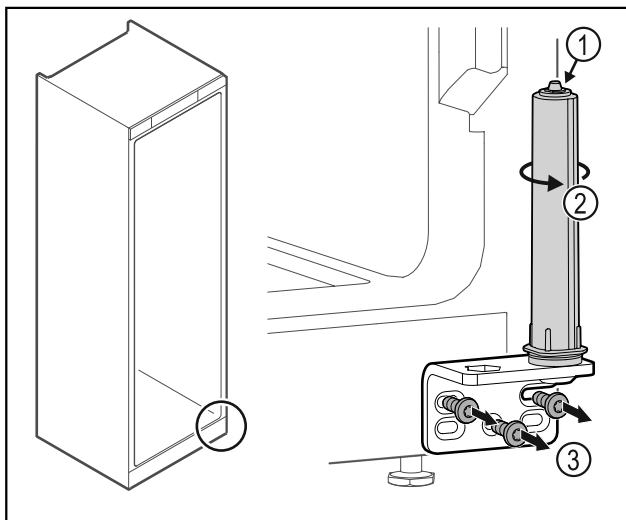

Fig. 38
- ▶ Non disassemblare il sistema di chiusura della porta Fig. 38 (1).
- ▶ Ruotare il sistema di chiusura Fig. 38 (2) finché non si innesta con un clic.
- ▶ Svitare la cerniera angolare Fig. 38 (3).